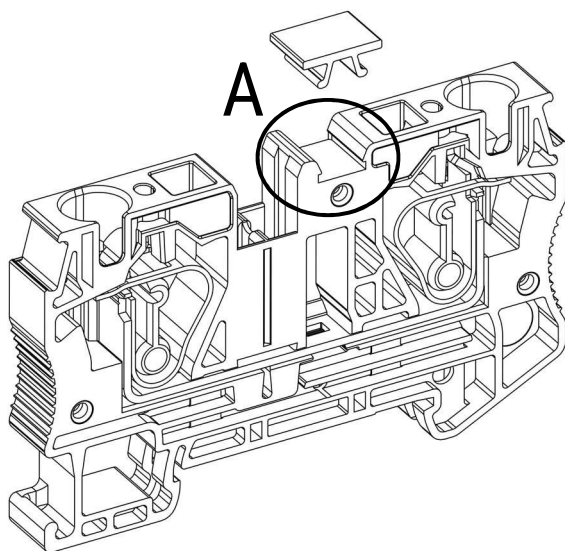
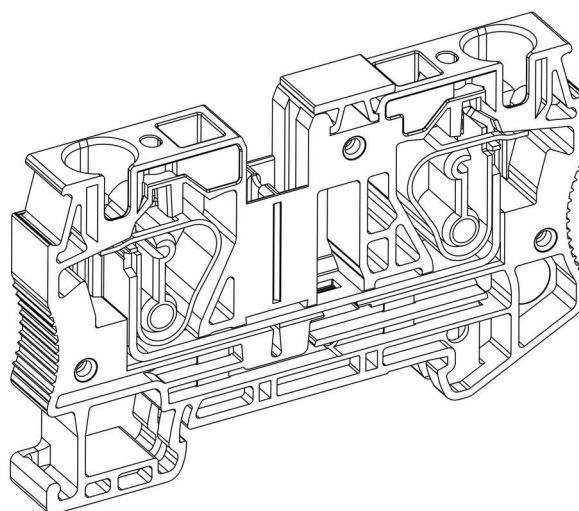

Рисунок 22 - установка маркировки УМК
Рисунок 23 - установленная маркировка УМК
- Для установки маркировки УМК, вдавите ее в отмеченный паз клеммы (рис. 22, «А»; рис. 23).